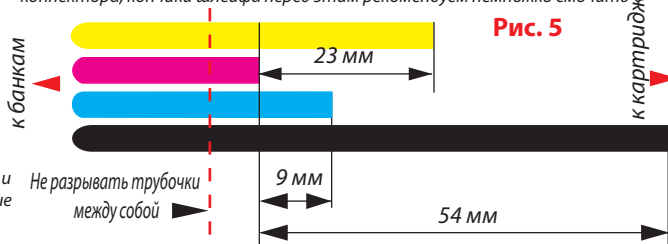

Рис. 5
3.1.2. Подготовка шлейфа (Рис.5).
Перед заправкой емкостей необходимо подготовить шлейф для подключения его к картриджам. Для этого подрежьте его исходя из схемы (Рис. 5). Для большего удобства схема выполнена в масштабе. Приложите шлейф к рисунку и подрежьте его. Не допускайте расслоения шлейфа.